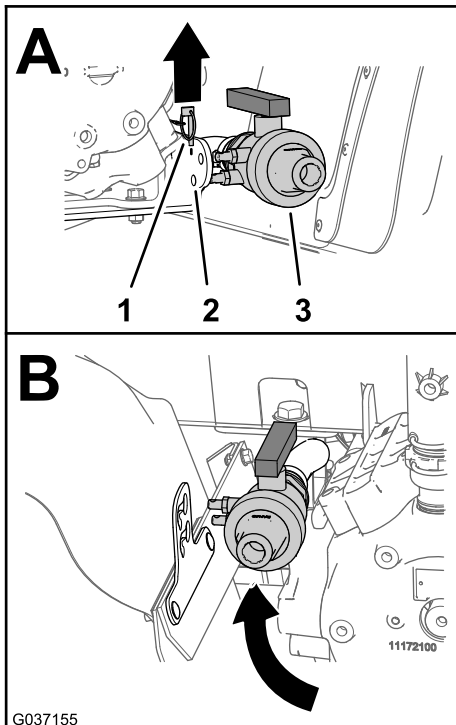

Figura 11
1. Retire o pino de sujeição que prende a válvula de drenagem ao suporte da bomba do pulverizador (Figura 11).
2. Mova a válvula de drenagem entre o guarda-lamas traseiro esquerdo e a bomba do pulverizador (Figura 11).